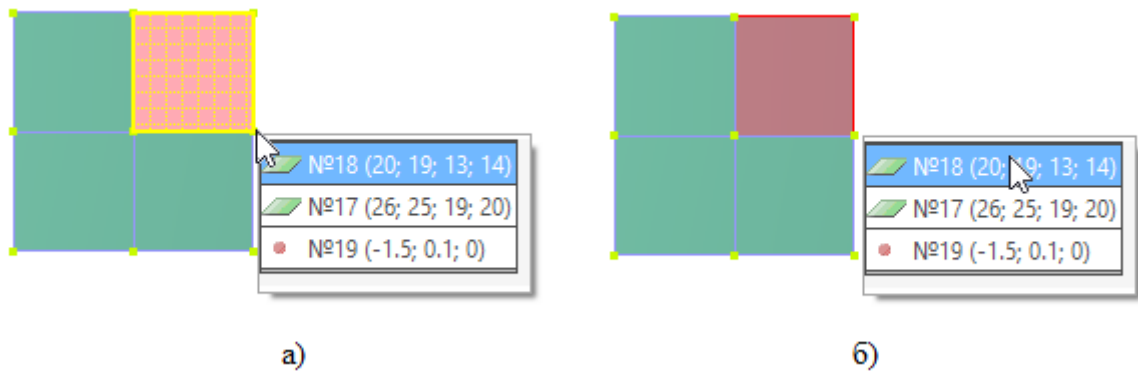

Рис. 2.139. Одиночный выбор
3. Точечным указанием курсора мыши выберите узел (рис. 2.139).
В область курсора попадает несколько объектов. В предложенном диалоговом окне выберите объект. Выбранный объект подсвечивается как в самом списке, так и на схеме (рис. 2.139а). Для выделения объекта на схеме выберите двойным щелчком объект из списка (рис. 2.139б).